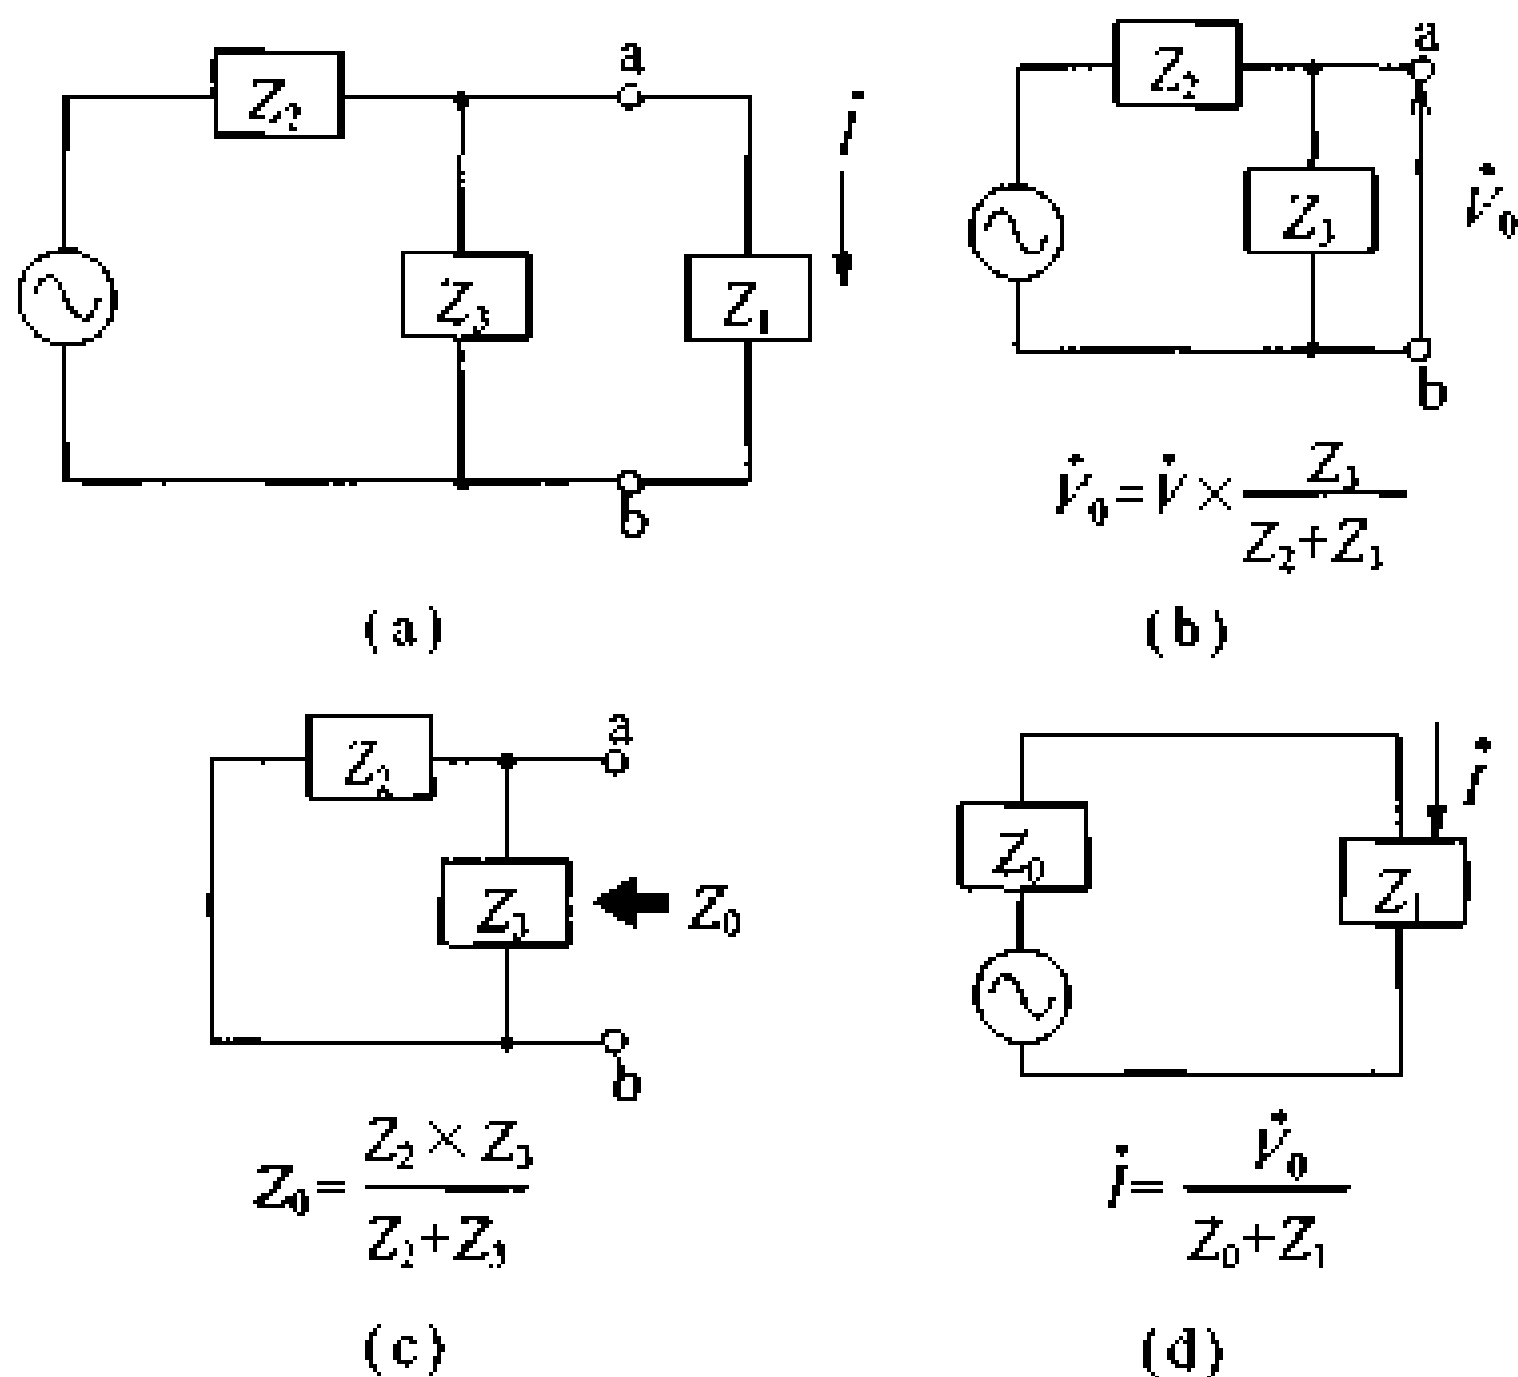

图 1.76 戴维宁定理的用法
例如,为求得流过图 1.76(a)电路中  $Z_1$  的电流,可以将它转换成图 1.76(d)的电路。
(1) 求开路电压:先断开  $Z_1$ , a-b 开路时的开路电压  $\dot{V}_0$ 。如图 1.76(b)所示。
(2) 求内部阻抗:断开  $Z_1$ ,将电路的电源短路,从 a b 看到的内部阻抗  $Z_0$  示于图 1.76(c)。
(3) 根据戴维宁定理求电流  $\dot{i}$ 。